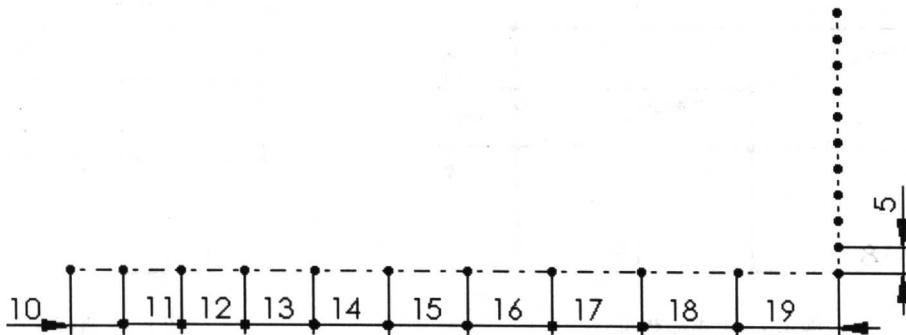

图 1-3 竖直线草图
2) 用“中心线” 绘制出十条端点相连的等距竖直线，注意这十条线是竖直约束的，而且线长都等于 5mm，如图 1-3 所示。